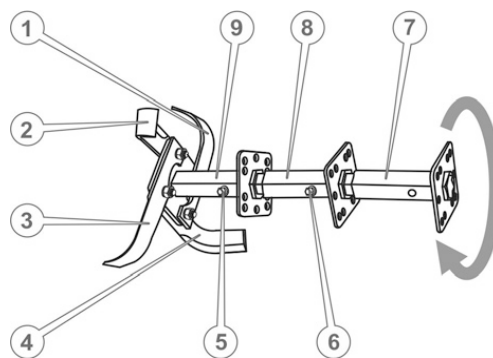

Рисунок 5.5. Ґрунтофреза 4-секційна
1. Встановити додаткову маточину ротора в шестигранний отвір основної маточини та зафіксувати, щоб уникнути можливого осьового зсуву, болтом М8х80 з плоскою і пружинною шайбою (див. рис. 5.5).
4. Притулити приготовані ножі (наприклад, поз. 2 і поз. 3 на рис. 5.5) до кріпильного квадрату маточини уздовж двох суміжних сторін цього квадрата у такий спосіб, щоб квадрат опинився всередині загинів ножів, загострені частини ножів були спрямовані за ходом обертання (як зазначено стрілкою на рис. 5.5), кріпильні отвори ножів збіглися з отворами квадрата, водночас кінцевий отвір одного ножа (поз. 3) збігся із серединним отвором іншого ножа (поз. 2). Утримуючи ножі в такому положенні вставити в отвір болт, надіти шайби й наживити гайку.